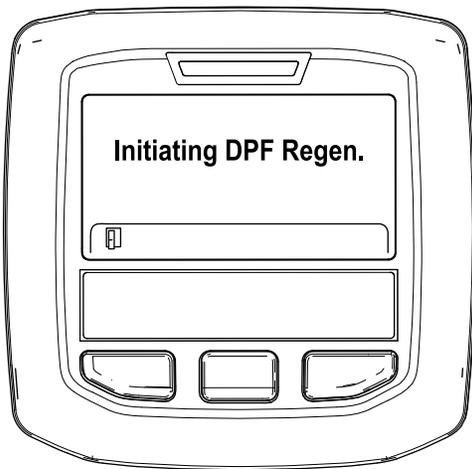

Рисунок 53
- A. Появится сообщение «Initiating DPF Regen.» («Начало регенерации DPF») (Рисунок 53).